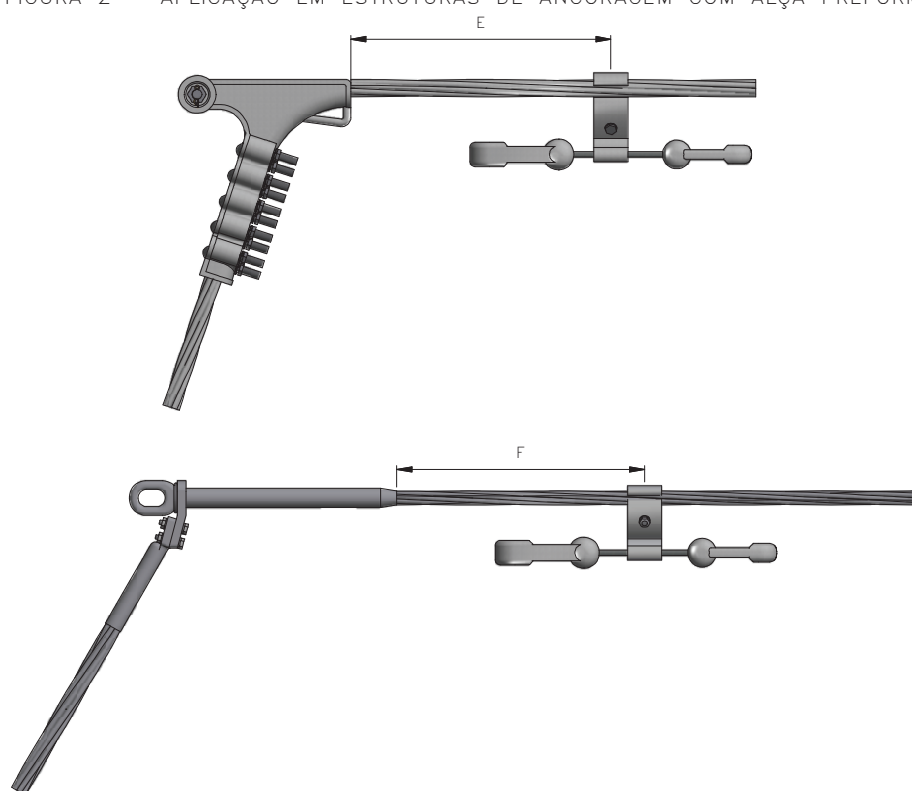

FIGURA 3 – APLICAÇÃO EM ESTRUTURAS DE ANCORAGEM COM GRAMPOS
- EM ESTRUTURAS DE ANCORAGEM COM GRAMPOS, AS DISTÂNCIAS DE AMORTECIMENTO (E E F) SÃO INDICADAS PELO FABRICANTE, SENDO MEDIDAS A PARTIR DO FINAL DO GRAMPO AO CENTRO DO AMORTECEDOR, CONFORME FIGURA 3 DA PÁGINA 2/3;